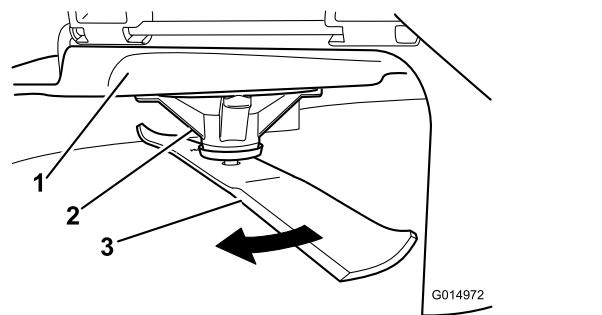

Figura 56
2. Indossando guanti dalla spessa imbottitura o altre protezioni idonee per le mani, ruotate lentamente la lama in una posizione che consenta di misurare la distanza tra il bordo di taglio e la superficie piana su cui si trova la macchina (**Figura 56**).